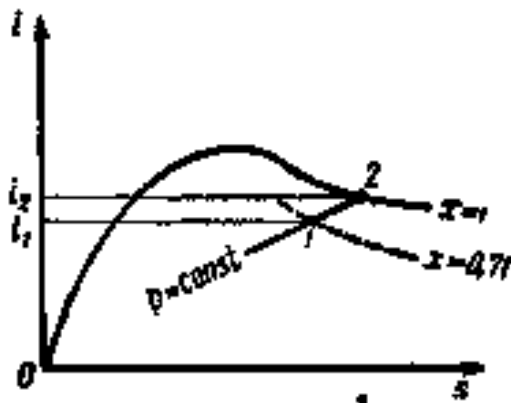

Рис. 5.1
*Решение:* На  $h$ - $s$  диаграмме водяного пара (рис. 5.1) находится изобара, соответствующая заданному давлению. При любой степени сухости, не равной единице, берется точка 1. Точка 2 будет лежать на пересечении заданной изобары с верхней пограничной кривой. Тогда: